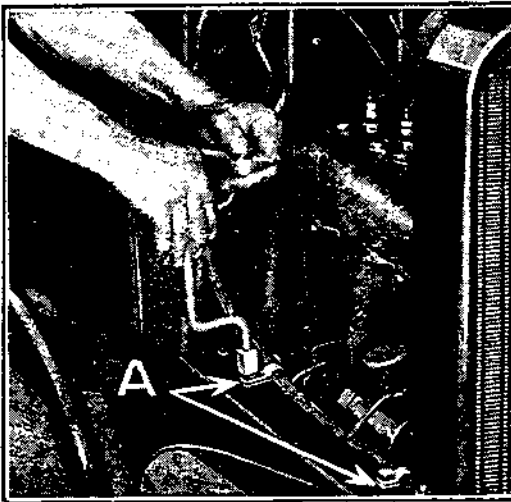

Fig. 10
- a) Démontez les deux boulons de fixation des bajoues au châssis et enlever les attaches-câble. (Voir A, fig. 10.)